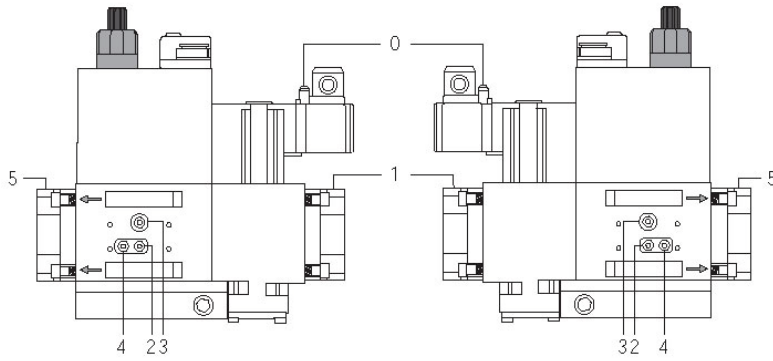
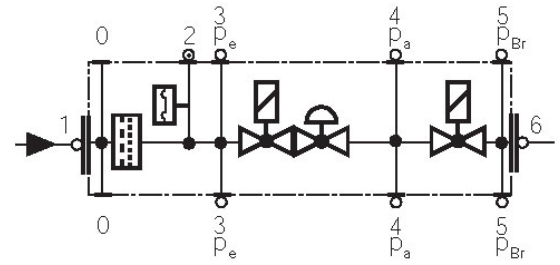

Fig. 43
Fig. 44
- Pulire o sostituire il filtro se la differenza di pressione fra i punti 1 e 2 (Fig. 43-Fig. 44)  $\Delta p > 10$  mbar.